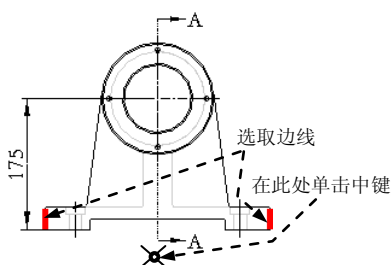
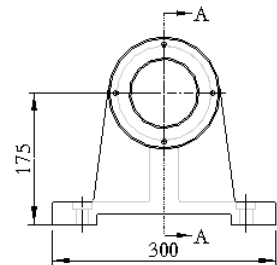

图 5.9.36 选取边线
图 5.9.37 显示尺寸 (一)
(1) 选择 **注释**  命令, 此时系统会弹出 **ATTACH TYPE (依附类型)** 菜单, 并且系统默认选中 **On Entity (图元上)** 命令。
(2) 选取图 5.9.36 所示的边线, 然后在图 5.9.36 所示的位置单击中键, 结果如图 5.9.37 所示。